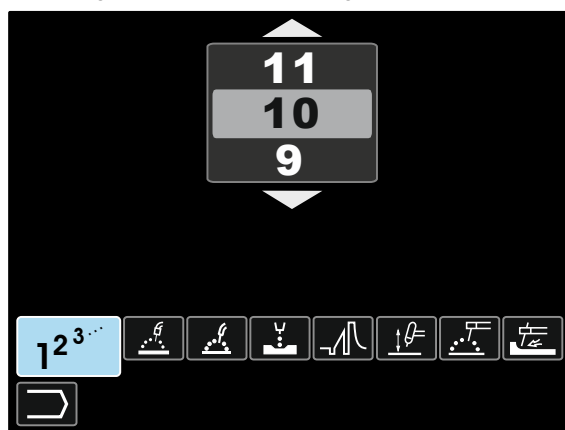

Figura 8
- Use o Botão de regulação [11] para realçar o ícone da Escolha do programa de soldadura – Figura 8.